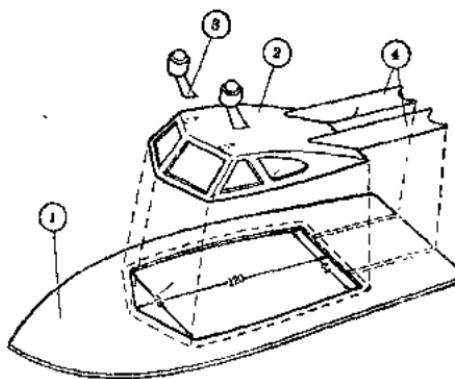
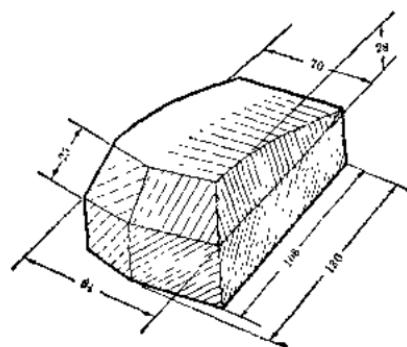

图 9-7
图 9-8
下面来制作艇身上甲板建筑(见图9-7)。图中①是小艇的上甲板，用1毫米左右厚度的桐木片按图中所画的样子刻成。②是小艇的驾驶室，是用十几层纸糊在泥模上制成的。③是两个光导管支架，都是用桐木片做支柱、用硬厚纸做光电管支架，然后粘在一起做成的。④是快艇的两片尾翼，用2毫米厚的桐木片做成功后粘在上甲板上。小艇驾驶室的做法可先按图9-8的样子做好泥模，等泥模干后用烙铁在模上烫上蜡烛油，再按前面讲过的追光“甲壳虫”外壳的做法用纸糊成小艇的驾驶室，等干后在上面开六个小窗孔，并把透明赛璐珞片用快干胶水粘在窗孔里面，作为窗玻璃。以便小艇在水中行驶时，水不会溅到驾驶室里而损坏艇底里的光电控制器和
电动机。驾驶室做好后也应涂上三层快干胶水和刮上填料，用砂纸打磨光滑，再涂上三层快干胶水，起防水作用。做好的驾驶室按图 9-7 的样子用快干胶水把它粘在小艇的上甲板上，并把两个光导管支架和两个尾翼按图 9-8 所示的位置粘到驾驶室和上甲板上。然后，用大头针或图钉把上甲板固定在下甲板上，再把甲板、驾驶室和尾翼等地方都涂上几层银色的快干漆或磁漆。这样，艇身便全部做好了。